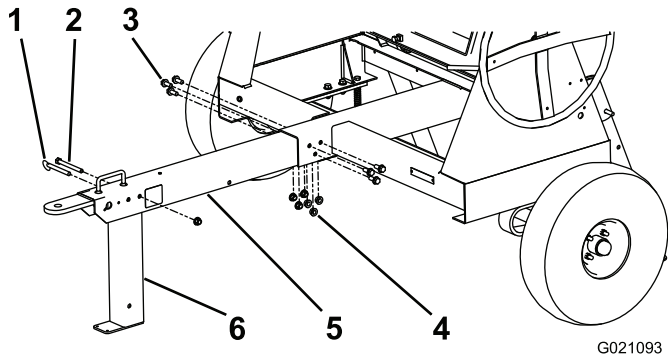

Figura 7
4. Instale el enganche en el hueco de la parte delantera de la máquina, y sujételo con 6 tuercas y pernos cortos a 102 N·m (75 pies-libra); consulte Figura 7.
5. Alinee el taladro superior trasero de la pata estabilizadora delantera con el taladro situado detrás del asa, en la parte delantera de la barra de tracción (Figura 7).
6. Instale el perno largo a través de los taladros, y sujételo con una tuerca apretada a 102 N·m (75 pies-libra); consulte Figura 7.
7. Inserte el pasador para bloquear la pata estabilizadora delantera (Figura 7).